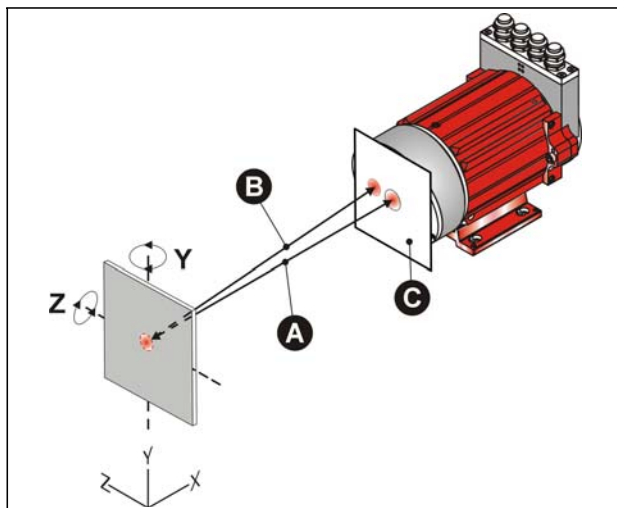

Рисунок 3: определение отраженного сигнала
- **Рисунок 3: определение отраженного сигнала:**